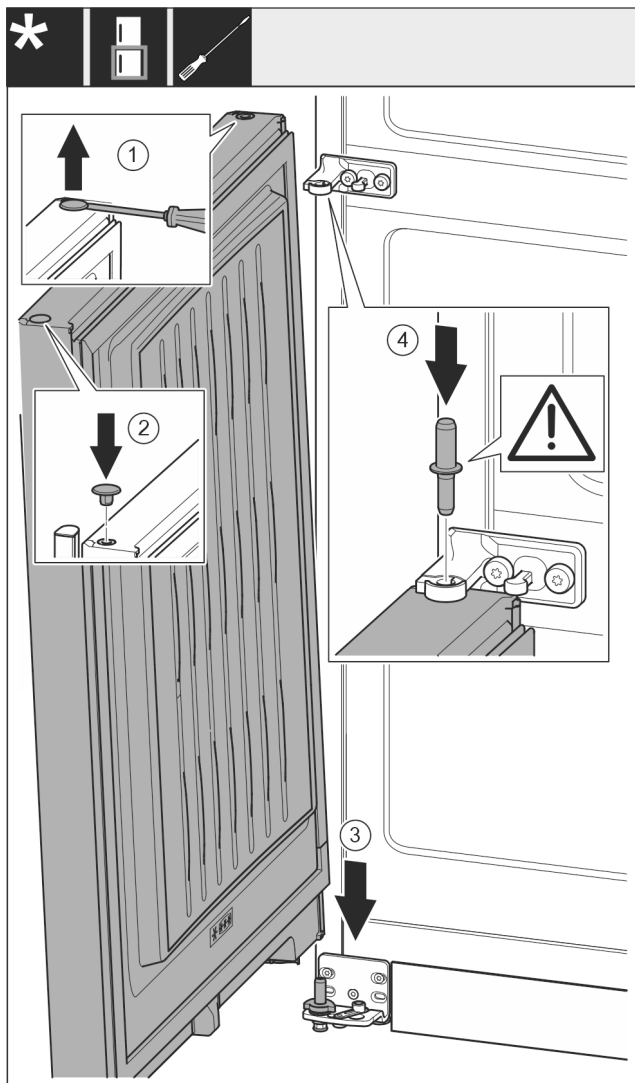

Fig. 23
- ▶ Nosta tulppia Fig. 23 (1) varovaisesti uraruuveissellillä ja vedä irti.
- ▶ Aseta tulpat Fig. 23 (2) uudelleen oven toiselle puolelle.
- ▶ Aseta ovi Fig. 23 (3) yläkautta alhaalla olevien laakeripulttien päälle.
- ▶ Aseta keskilaakeripultit Fig. 23 (4) keskellä olevan laakerijalustan läpi alemmaan oven. Varmista tällöin, että lukitusnokka osoittaa taaksepäin.